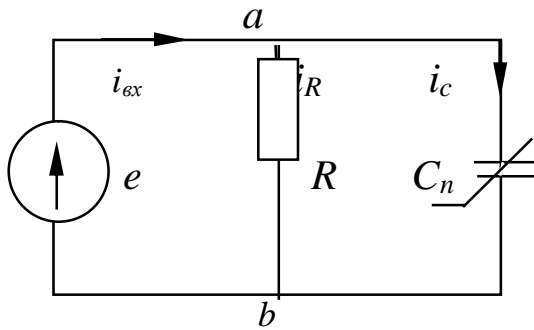
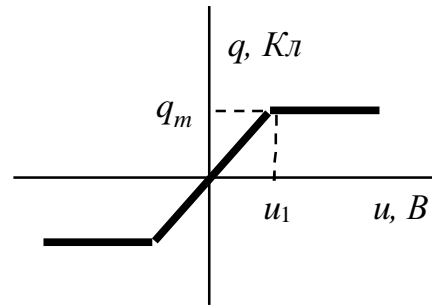

Рис. 7.1
Рис. 7.2
7. Схема рис. 7.1 состоит из источника синусоидальной ЭДС $e = E_m \sin \omega t$, линейного активного сопротивления $R = 71$ Ом и нелинейной емкости C_n , кулон-вольтная характеристика которой приведена на рис. 7.2, $q_m = 10^{-4}$ Кл (q – заряд, u - напряжение).